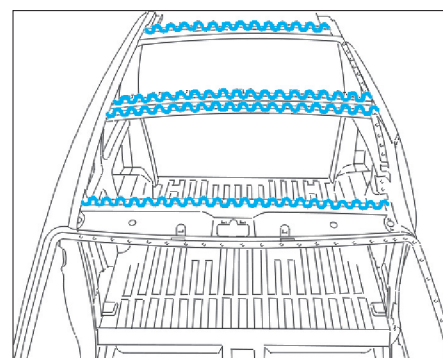

FIG. 96
- Appliquer une colle de calage structurale (Fig.96).